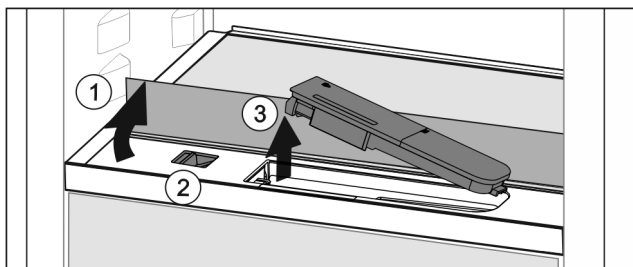

Fig. 51
- ▶ Повдигнете стъклената плоча и я завъртете до ограничителя назад Fig. 51 (1).
- ▶ Преместете плъзгача Fig. 51 (2) наляво.
- ▶ Извадете резервоара за вода Fig. 51 (3).